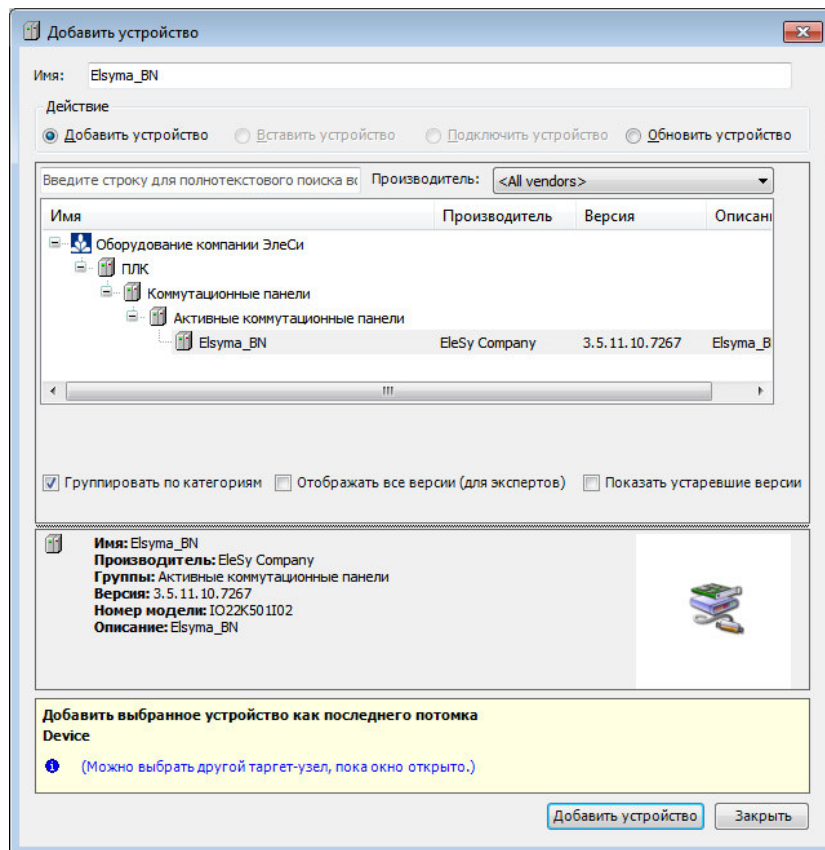

Рисунок 5.6 - Окно добавления устройств
2. В окне «*Добавить устройство...*» найти группу «*Устройство*». В поле **Производитель:** следует выбрать *EleSy Company* и выбрать устройство *Elsyma_BN* после чего нажать кнопку «*Добавить устройство...*» (рисунок 5.6).